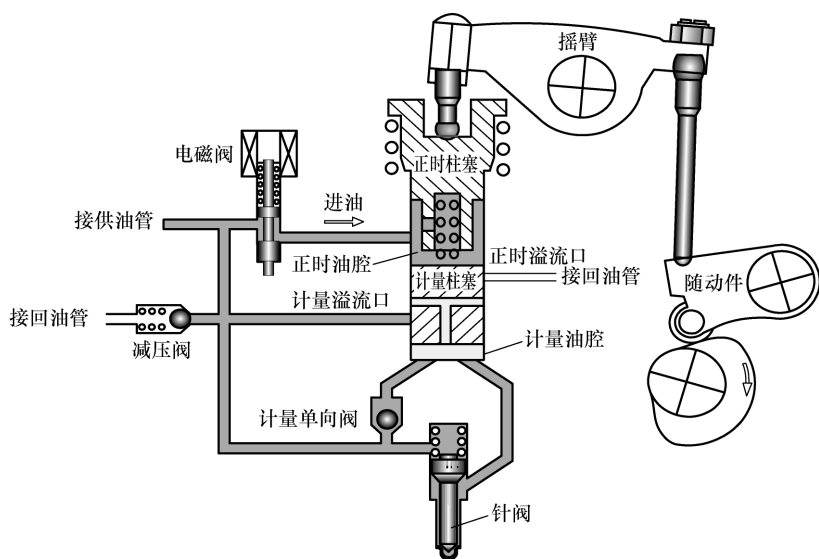

图 10-9 正时油腔二次进油
⑤ 当第二次进入计量油腔的油量达到 ECM 的设定值时，ECM 再次控制电磁阀打开。压力燃油再次进入正时油腔（图 10-9），计量柱塞第二次保持停止（不再随正时柱塞同步上行）。此时经过两次计量的燃油被保持在计量油腔之内，直至到正确时刻将其喷入气缸为止。正时柱塞上行所让开的空间，继续由经电磁阀供给的压力燃油填充、正时油腔容积逐步增大。